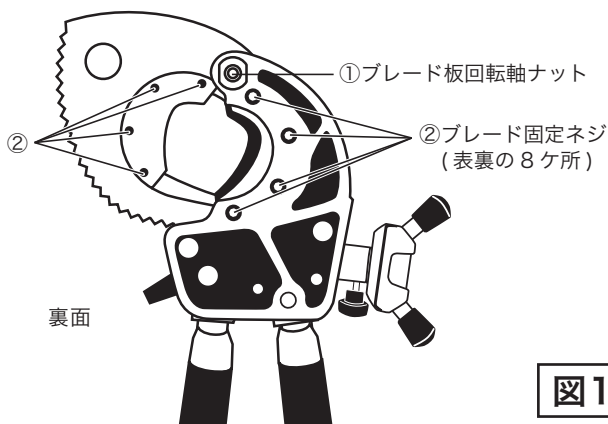

図1
ご使用前に必ず、①ブレード板回転軸ナット、②ブレード固定ネジ(下記図1参照)がしっかり締まっているか確認してください。
刃はブレード固定ネジ(上記図1参照)をはずして交換できます。